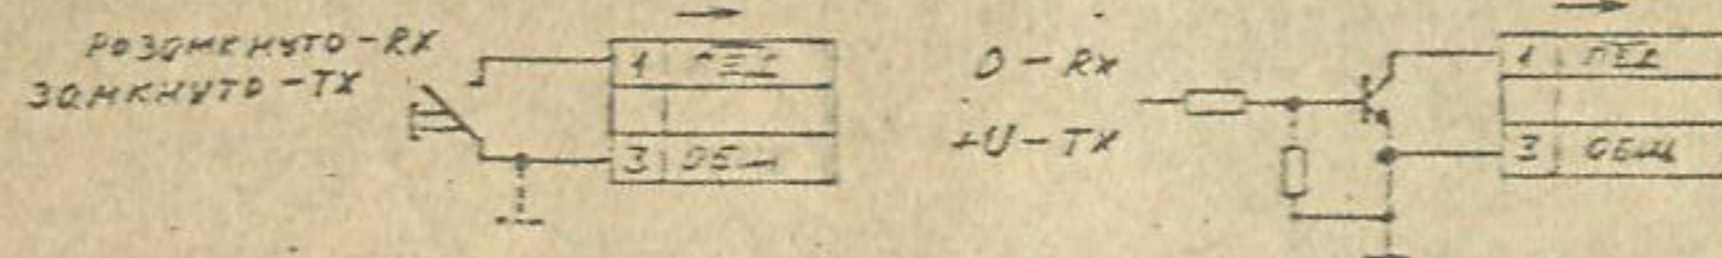

Рис. 6
7.4 Разъем "RX/TX" ("ПРИЕМ/ПЕРЕДАЧА") (70) служит для подключения внешнего переключателя прием/передача. Это может быть ручной переключатель, объединенный с микрофоном, кнопкой - в виде педали, или какое-то внешнее устройство способное подавать команду на переход в режим передачи. Переключатель может представлять из себя обычный механический контакт на замыкание или транзисторный ключ, способный коммутировать ток 5 мА при напряжении 12 В. Трансивер переходит в передачу при замкнутом контакте (открытом транзисторе) переключателя. При подключении следует помнить, что контакт 3 разъема соединен с корпусом трансивера, и если один из выводов переключателя соединен с корпусом, то его необходимо соединить с контактом 2, чтобы предотвратить случайные срабатывания при касании корпусов. Для подключения служит вилка СШ-3, схема приведена на рис. 6.